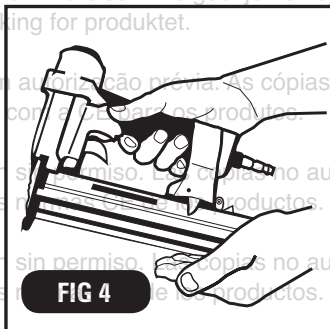

FIG 4
4. Continue pushing until latch is engaged. (Fig 4)
4. Continuez jusqu'à ce que le loquet soit enclenché. (Fig 4)